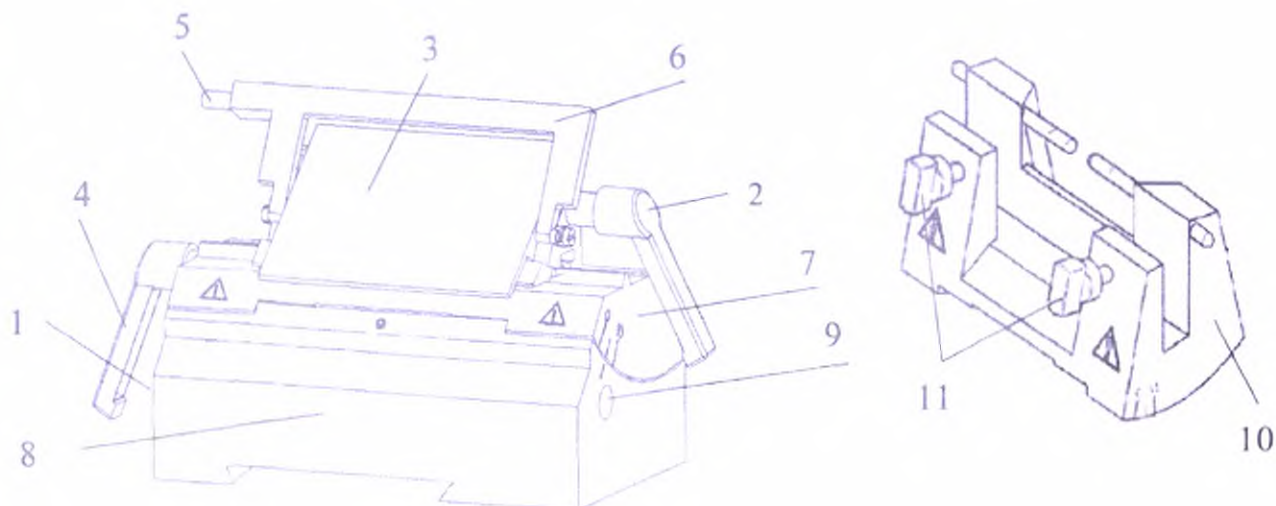

Рисунок 4. Установка держателя стального ножа, держателя лезвия и его основания
| Рисунок 4, (1)  | Ручка основания держателя для лезвий         |
| Рисунок 4, (2)  | Ручка зажима лезвия                          |
| Рисунок 4, (3)  | Прижимная пластина                           |
| Рисунок 4, (4)  | Ручка зажима                                 |
| Рисунок 4, (5)  | Толкающий стержень                           |
| Рисунок 4, (6)  | Защитный щиток лезвия                        |
| Рисунок 4, (7)  | Держатель лезвий KD-E1                       |
| Рисунок 4, (8)  | Основание держателя лезвия и ножа            |
| Рисунок 4, (9)  | Регулировочный винт                          |
| Рисунок 4, (10) | Держатель ножа микротомы KD-N1               |
| Рисунок 4, (11) | Поворотные ручки для фиксации стального ножа |
- Поверните ручку основания держателя для лезвий (Рисунок 4, (1)) против часовой стрелки.
- Установите основание держателя лезвия (Рисунок 4, (8)) на V-образный блок на основании прибора.
- Перемещением по V-образному блоку вперед/назад отрегулируйте положение основания (Рисунок 4, (8)).
- Поверните ручку основания держателя для лезвий (Рисунок 4, (1)) по часовой стрелке, заблокируйте основание держателя лезвия (Рисунок 4, (8)).
- С помощью шестигранного ключа ослабьте регулировочный винт (Рисунок 4, (9)) на основании держателя лезвия. Установите сам держатель лезвия (Рисунок 4, (7)) на основание держателя лезвия (Рисунок 4, (8)), одновременно отрегулируйте угол резки. После регулировки на соответствующий угол резки, заблокируйте регулировочный винт (Рисунок 4, (9)) на основании держателя лезвия.
- Для регулировки держателя одноразового лезвия, отпустите ручку зажима (Рисунок 4, (4)), перемещайте держатель одноразового лезвия вправо/влево до необходимого положения на основании держателя лезвия (Рисунок 4, (8)). Заблокируйте ручку зажима (Рисунок 4, (4)).
- При установке лезвия, отпустите ручку зажима лезвия (Рисунок 4, (2)) для одноразового лезвия, вставьте лезвие в паз, заблокируйте ручку зажима лезвия (Рисунок 4, (2)), чтобы зафиксировать лезвие в этом положении прижимной пластиной (Рисунок 4, (3)).
- При замене лезвия, сначала отпустите ручку зажима лезвия (Рисунок 4, (2)), оденьте защитный щиток лезвия (Рисунок 4, (6)), затем нажмите на толкающий стержень (Рисунок 4, (5)), чтобы удалить лезвие из паза.
**Внимание:** перед заменой исследуемого образца и после завершения работ на микротоме, следует зафиксировать ручной маховичок и надеть защитный щиток (Рисунок 4, (6)) на лезвие или стальной нож. Для каждого держателя лезвия есть защитная рамка, которой полностью можно закрыть режущую кромку лезвия.
- С помощью шестигранного ключа ослабьте регулировочный винт (Рисунок 4, (9)) на основании держателя лезвия. Снимите держатель лезвия (Рисунок 4, (7)) с основания (Рисунок 4, (8)).
- Поместите держатель стального ножа KD-N1 (Рисунок 4, (10)) на основание держателя лезвия (Рисунок 4, (8)), перемещайте держатель стального лезвия, пока отметка не совпадет с угловой линией, а затем заблокируйте его. Угол резки можно отрегулировать; Рекомендуемый угол: 8-10°.
- После регулировки на соответствующий угол резки, заблокируйте регулировочный винт (Рисунок 4, (9)) на основании держателя лезвия.
- При установке стального ножа, вставьте его в паз сбоку, затем закрутите две поворотные ручки (Рисунок 4, (11)), чтобы зафиксировать его. Положение ножа можно регулировать перемещением вправо/влево.